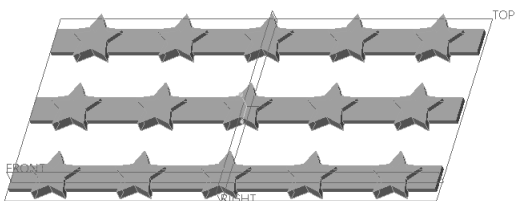

图 5-55 创建双向尺寸阵列
7) 在“阵列”选项卡中单击 (完成) 按钮，完成的双向尺寸阵列如图 5-55 所示。